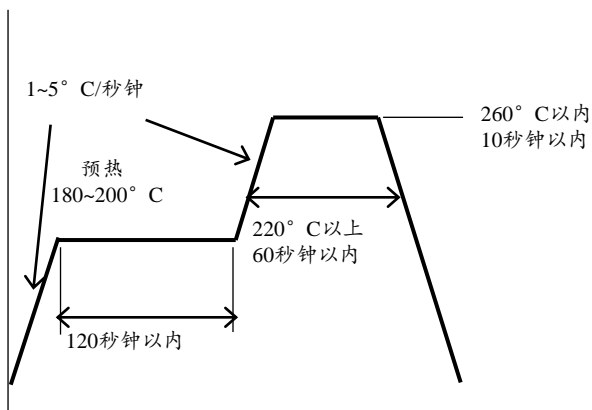

图10. 回流焊推荐条件
- 关于回流焊温度曲线，应该在参考图10的基础上，根据使用的焊料进行设定。